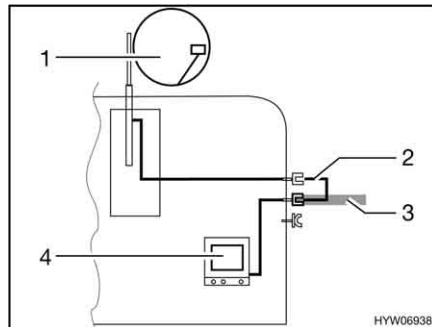

Fig. 133 TV nel veicolo
- TV nel veicolo (Fig. 133,4): Collegamento all'antenna del tetto (Fig. 133,1) con cavo di collegamento (Fig. 133,2)
- TV nel veicolo (Fig. 133,4): Collegamento a antenna esterna (Fig. 133,3)